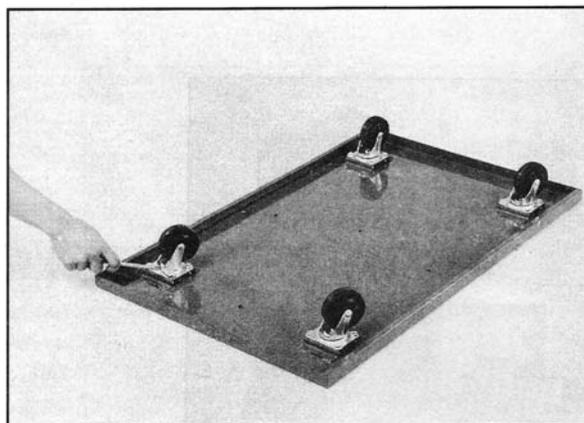

Figura 16 – Montaggio delle ruote.
1. Capovolgere la base (D) e montare le quattro ruote pivotanti (J) (Figura 16).